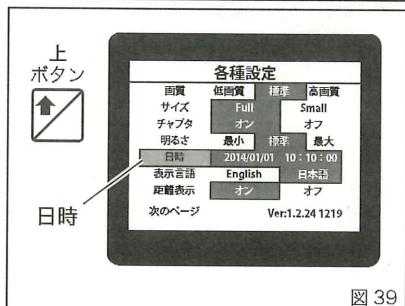

図 39
2. 「上」ボタン↑を3回押し、液晶モニターのオレンジのカーソルを「日時」に移動します。(図 39)